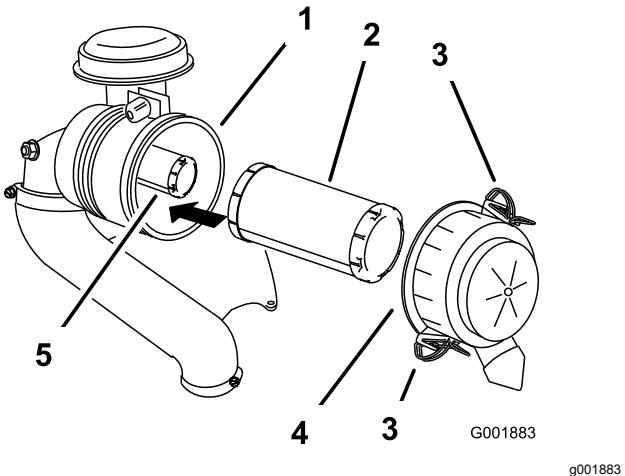

Figura 41
3. Abra los cierres del limpiador de aire y tire de la tapa de la entrada de aire para separarla del cuerpo del limpiador de aire (Figura 41).
5. Extraiga con cuidado el filtro primario de la carcasa del limpiador de aire (Figura 41).
2. Si va a cambiar el filtro interior, deslícelo cuidadosamente en el cuerpo del filtro (Figura 41).
3. Deslice cuidadosamente el filtro primario por encima del filtro de seguridad (Figura 41).
4. Instale la tapa del limpiador de aire y fije los cierres (Figura 41).